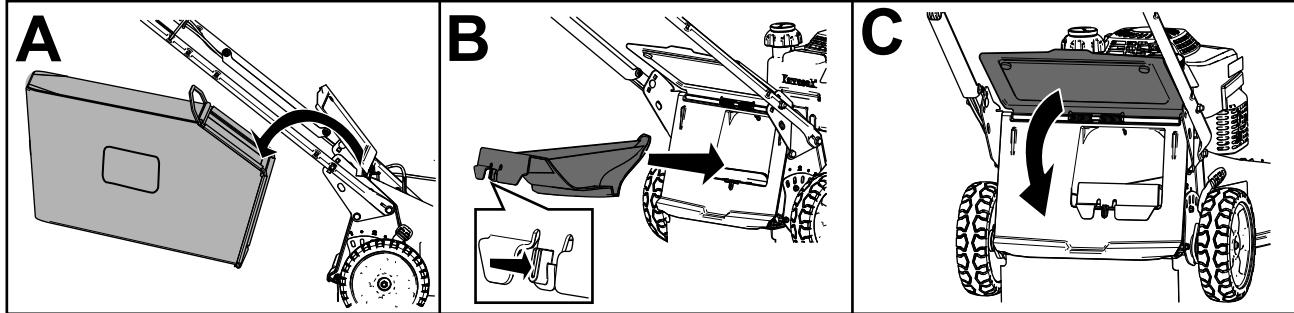

Figura 17
- Si la bolsa de recogida está instalada en la máquina, retírela (Figura 17, A).
- Si el tapón de descarga trasero no está instalado, sujetelo por el asa, eleve el deflector trasero e introdúzcalo en el conducto de descarga trasera hasta que el enganche encaje en su sitio (Figura 17, B).
3. Retire la varilla de la bolsa de recogida de las muescas de la base del manillar (Figura 17, A).
4. Instale el tapón de descarga (Figura 17, B).
5. Baje el deflecto trasero (Figura 17, C).